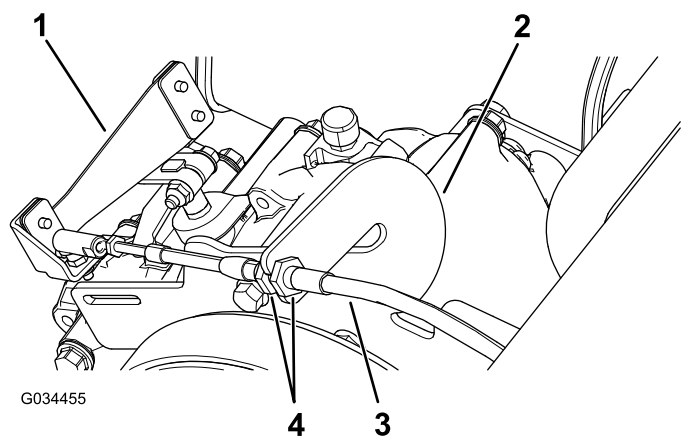

Figura 57
1. Afloje las contratueras del cable del cambio de marchas y ajústelas según sea necesario (Figura 57).
- Compruebe la posición del cambio de marchas girando el selector de marchas a las 3 posiciones diferentes y compruebe si la palanca de cambios (Figura 57) se desplaza correctamente al cambiar de marcha; consulte Palanca de cambios e indicador del cambio de marchas (página 11).